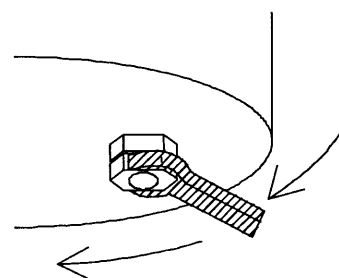

図 3
- グラウンドナットは、スパナ等工具で強く締め付けて確実に施工してください。締め付けが不十分な場合は浸水の原因となります。（図3）